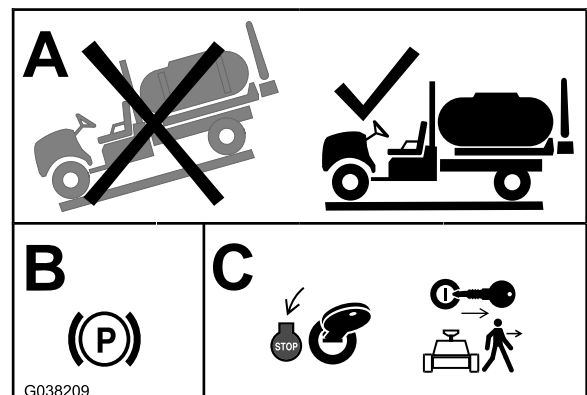

Рисунок 1
1. Установите машину на ровную поверхность (Рисунок 1).
2. Включите стояночный тормоз (Рисунок 1).
3. Выключите двигатель и извлеките ключ (Рисунок 1).